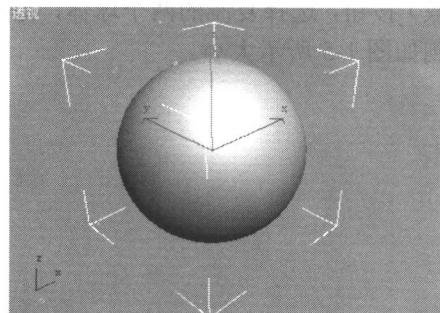
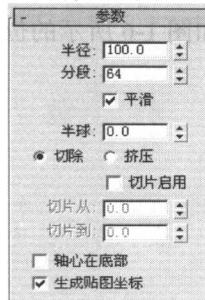

图 1-1 创建球体
图 1-2 球体参数
① 在主菜单中选择“文件”|“重置”命令，重新设置系统。
② 打开创建命令面板，单击 (几何体) 按钮，在下拉菜单中选择“标准基本体”，在“对象类型”卷展栏中选择“球体”，在透视图中创建如图 1-1 所示的球体，单击 (修改) 按钮打开修改面板，在“参数”卷展栏中调整球体参数，如图 1-2 所示。